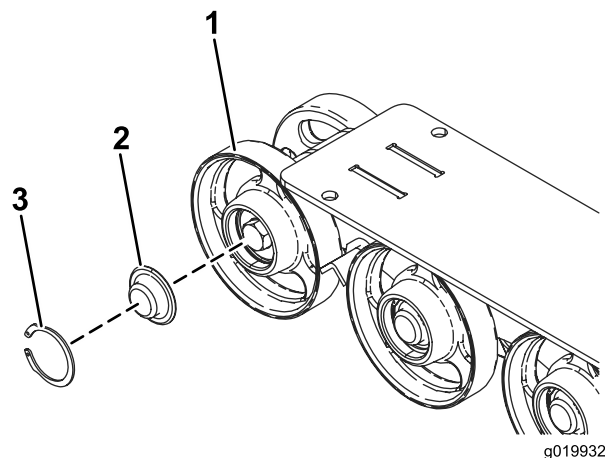

Figura 49
3. Rimuovere l'anello elastico e il tappo da una ruota non motrice (Figura 49).
4. Controllate il grasso sotto il tappo e attorno alla guarnizione (Figura 49). Se risulta sporco, sabbioso o consumato, eliminatelo completamente, sostituite la guarnizione e applicate el grasso nuovo.
6. Collocate il tappo ingrassato della ruota non motrice sulla testa del bullone (Figura 49).
7. Fissate il tappo della ruota con l'anello elastico (Figura 49).